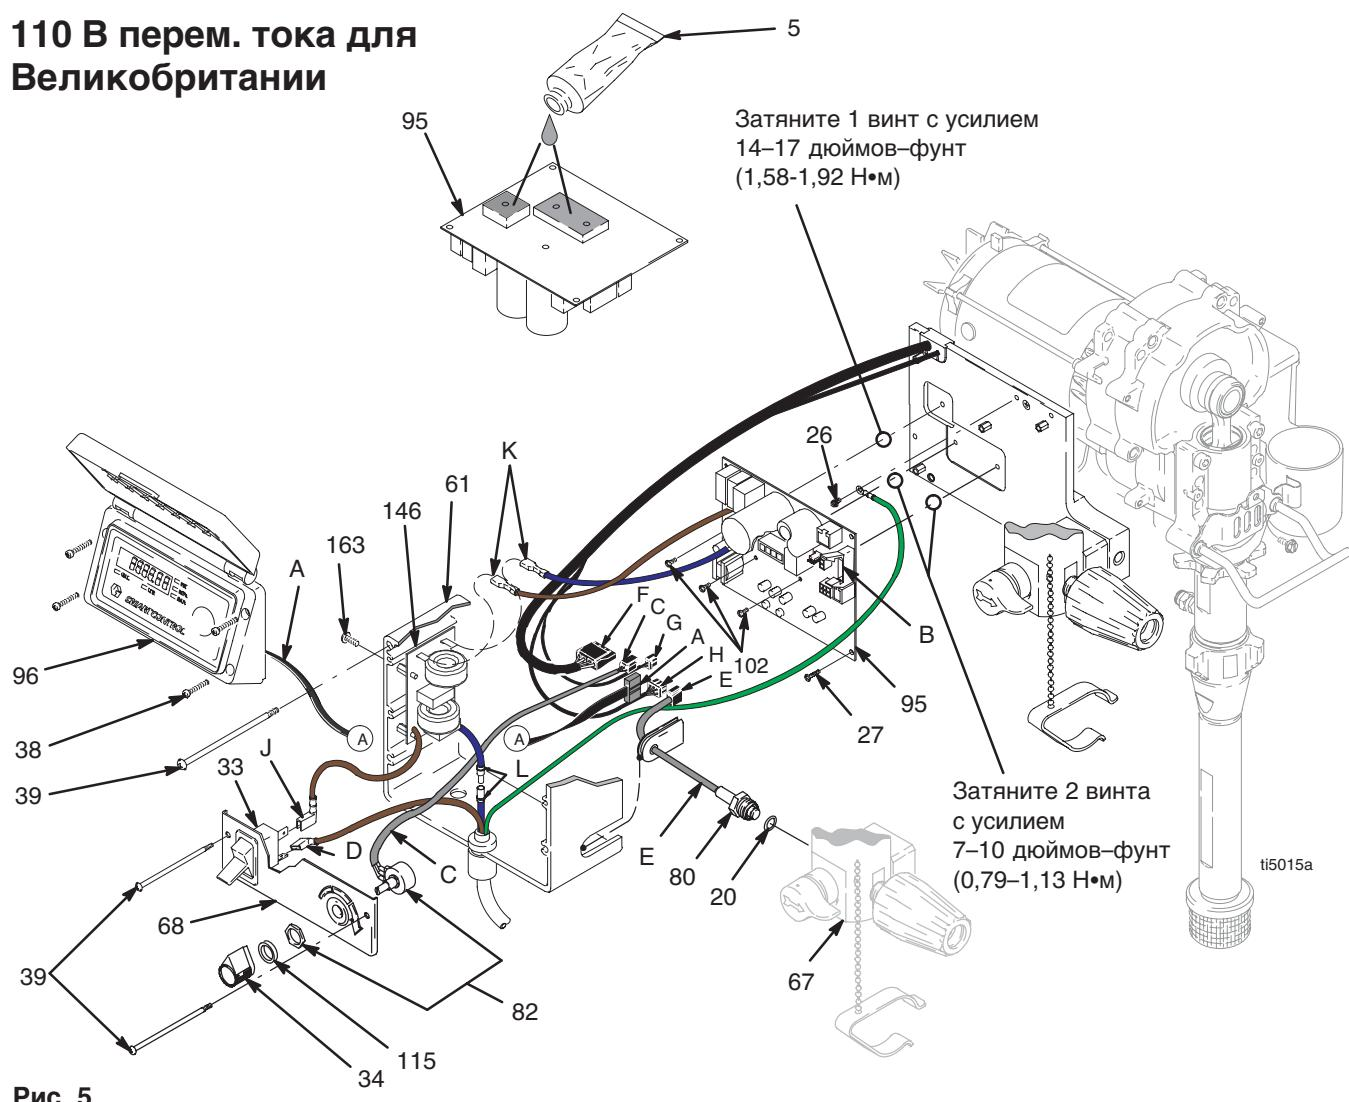

Рис. 5
- Установите и закрепите плату управления мотора (95) пятью винтами (27). Затяните с усилием 9-11 дюймов-фунт (1,02 - 1,24 Нм). Установите и затяните три винта (102) с усилиями, указанными на Рис. 5.
- Подсоедините разъем датчика (E) к плате управления мотора.
- Подсоедините разъемы питания платы управления мотора (K) к плате фильтра (146).
- Установите блок управления (61) и закрепите двумя винтами (39).
- Подсоедините разъемы питания платы фильтра (J) и разъемы шнура питания (D) к выключателю (33).
- Подсоедините разъем потенциометра (C) к плате управления мотора.
- Установите пульт управления (68) и закрепите его двумя винтами (39).
- Подключите разъем дисплея (A) к плате управления мотора (95).
- Установите крышку (96) и закрепите ее четырьмя винтами (38).
- Рис. 5. Отверните четыре винта (38) и снимите крышку (96).
- Отсоедините разъем дисплея (A) от платы управления мотора (95).
- Отверните два нижних винта (39). Отсоедините разъем потенциометра (C) от платы управления мотора (95). Отсоедините разъемы платы фильтра (J) и разъемы шнура питания (D) от выключателя (33). Снимите панель управления (68).
- Отсоедините разъемы питания платы управления мотора (K) от платы фильтра (146). Отсоедините разъем фильтра (L) от разъема шнура питания (L).
- Отверните два винта (39) и снимите блок управления (61).
- Отсоедините разъем датчика (E) от платы управления мотора.
- Отверните пять винтов (27), три винта (102) и снимите плату управления мотора.
- Рис. 5. Нанесите небольшое количество термостойкого состава 110009 (5) на темные области, отмеченные на рисунке задней части платы управления мотора (95).
- Подсоедините разъем питания платы управления мотора (K) к плате фильтра (146). Подсоедините разъем фильтра (L) к разъему шнура питания (L).
- Рис. 5. Подсоедините разъем питания платы фильтра (J) и разъем шнура питания (D) к выключателю (33).
- Отверните четыре винта (163) на плате фильтра (146).
- Рис. 5. Подсоедините разъемы питания платы управления мотора (K) к плате фильтра (146). Подсоедините разъем фильтра (L) к разъему шнура питания (L).
- Установите плату фильтра (146) при помощи четырех винтов (163).
- Подсоедините разъем потенциометра (C) к плате управления мотора (95).
- Установите панель управления (68) и закрепите его двумя винтами (39).